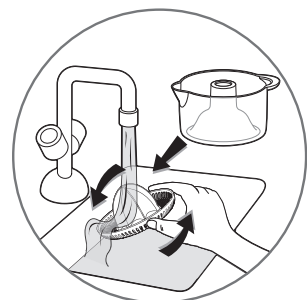

fig.3
- **Débranchez toujours l'appareil avant de nettoyer le bloc moteur (A).**
- Ne pas immerger le bloc moteur (A), ne pas le passer sous l'eau. Nettoyez le bloc moteur (A) à l'aide d'un chiffon humide. Séchez-le soigneusement.
- Nettoyez la verseuse (B) et le cône plastique (C) immédiatement après l'utilisation pour éviter que la pulpe ne colle (fig. 3).
- La verseuse (B), le cône plastique (C) et le couvercle de protection (D) peuvent passer au lave-vaisselle dans le panier du haut en utilisant le programme «ECO» ou «PEU SALE».
- Always unplug the appliance before cleaning the motor unit (A).
- Do not immerse the motor unit (A) or place it under running water. Clean the motor unit (A) with a damp cloth. Dry carefully.
- Clean the jug (B) and the plastic cone (C) immediately after use to avoid the pulp from sticking to them (fig. 3).
- The jug (B), the plastic cone (C) and the protective cover (D) may be cleaned in the dishwasher in the top tray using the « ECO » or « SLIGHTLY DIRTY » programme.
- Store with the protective cover (D) in place.
- Haal altijd de stekker uit het stopcontact voordat u het motorblok (A) gaat reinigen.
- Dompel het motorblok (A) niet onder of was het niet onder stromend water. Reinig het motorblok (A) met een vochtige doek. Droog het vervolgens zorgvuldig af.
- Reinig de kom (B) en de kunststof perskegel (C) onmiddellijk na gebruik om te voorkomen dat het achtergebleven vruchtvlees aankeeft (fig. 3).
- De kom (B), de kunststof perskegel (C) en het beschermdeksel (D) kunt u in de bovenste korf van de vaatwasmachine wassen, waarbij u het programma "ECO" of "LICHT VERVUILD" gebruikt.
- Breng het beschermdeksel (D) aan wanneer u het apparaat opbergt.
- **Ziehen Sie vor der Reinigung des Motorblocks (A) immer den Netzstecker heraus.**
- Tauchen Sie den Motorblock (A) nicht ins Wasser und halten Sie ihn nicht unter fließendes Wasser. Reinigen Sie den Motorblock (A) mit einem feuchten Tuch. Trocknen Sie ihn sorgfältig ab.
- Reinigen Sie Behälter (B) und Presskegel (C) unmittelbar nach dem Gebrauch, damit kein Fruchtfleisch kleben bleibt (Abb. 3).
- Behälter (B), Presskegel (C) und Schutzabdeckung (D) können mit dem „ECO“ oder „LEICHT VERSCHMUTZT“ Programm im oberen Korb der Spülmaschine gereinigt werden.
- Bewahren Sie das Gerät mit aufgesetzter Schutzabdeckung (D) auf.